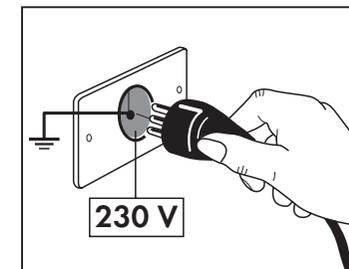

Fig. 1
- Assicurarsi che l'impianto elettrico di rete (230V- 50/60Hz) sia munito di protezione salvavita, secondo quanto prescritto dalle normative esistenti in materia (Fig. 1)